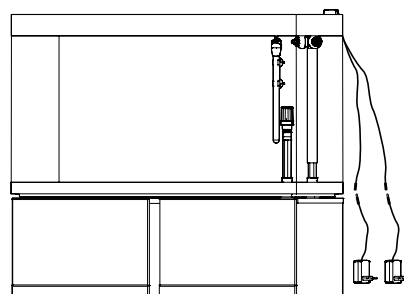

Fig. 9
3. Agganciare l'unità di illuminazione all'alimentatore tramite il suo connettore (Fig. 9).